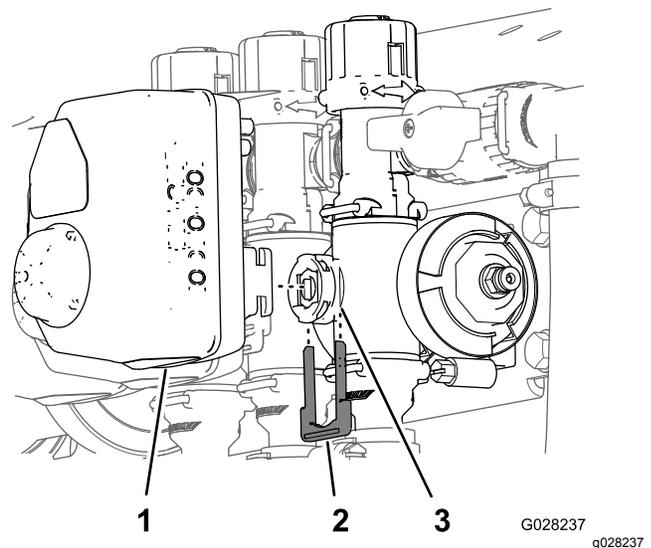

Figura 61
3. Retire o retentor que fixa o acionador à válvula do coletor para a válvula de controlo de aplicação, agitação, rampa principal ou secção da rampa (Figura 61).